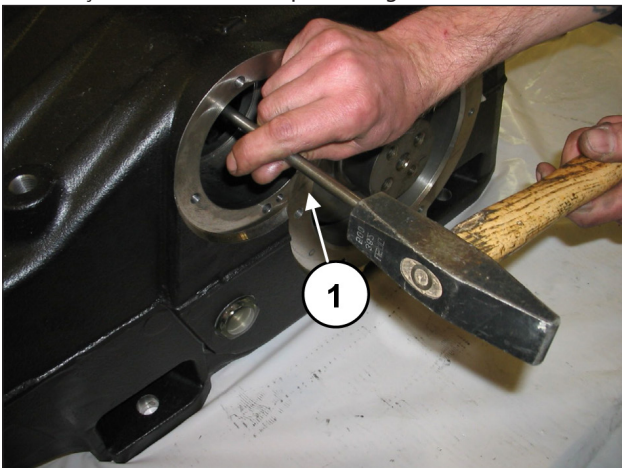
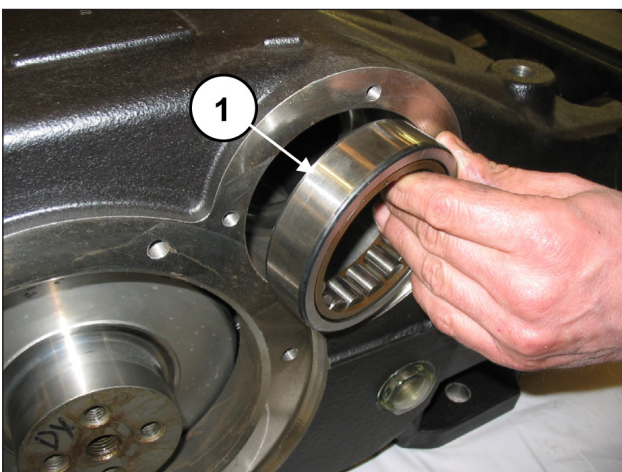
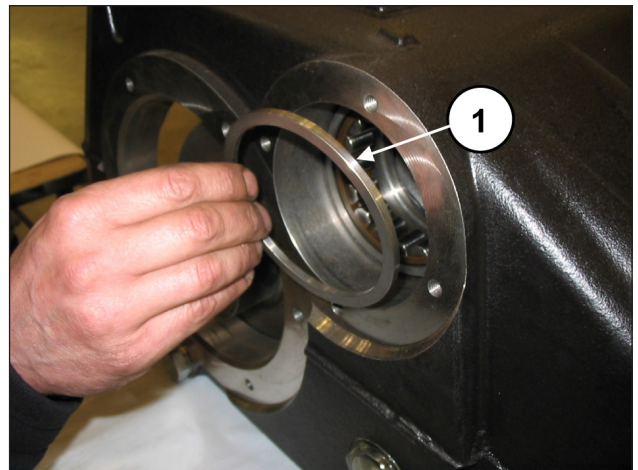
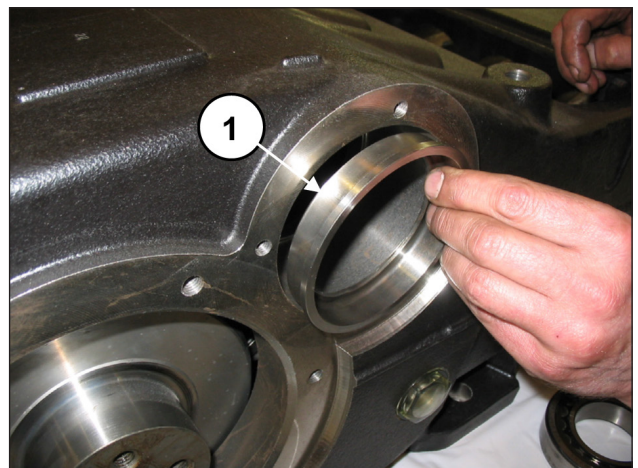

Fig. 34
Fig. 35
Fig. 36
Fig. 37
Mediante o uso de uma barra suficientemente longa (pos. ①, Fig. 34) e de um mecanismo de percussão, extraia do carter da bomba os anéis dos rolamentos (pos. ①, Fig. 35), o espaçador do rolamento externo (pos. ①, Fig. 36) e a bússola de lubrificação dos rolamentos (pos. ①, Fig. 37).